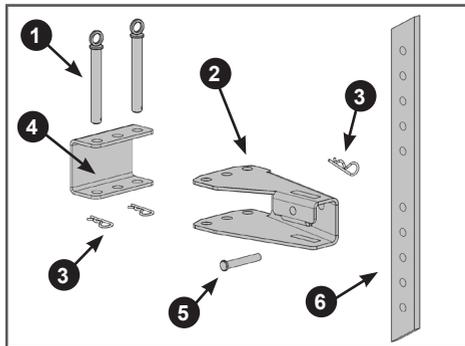

Рис. 20. Установка сошника
9. Установите кронштейн сошника. Совместите отверстия в заднем кронштейне 4 рамы и кронштейне 2 сошника и вставьте пальцы 1 (Рис. 20). Зафиксируйте пальцы шплинтами 3 (Рис. 20).
10. Установите сошник. Вставьте сошник 6 в отверстие в кронштейне 2 сошника, совместите нужное отверстие в сошнике с отверстием в кронштейне, вставьте палец 5 и зафиксируйте палец шплинтом 3 (Рис. 20).